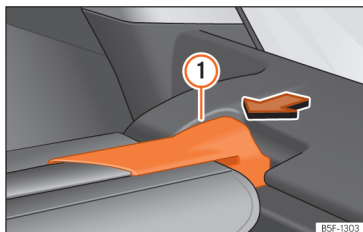

Рис. 185 Багажний відсік: знімання шторки.
- Натисніть опору касети шторки >>> **рис. 185** ① у напрямку стрілки.
- Вставте опору шторки >>> **рис. 185** ① до кріплення на іншому боці.